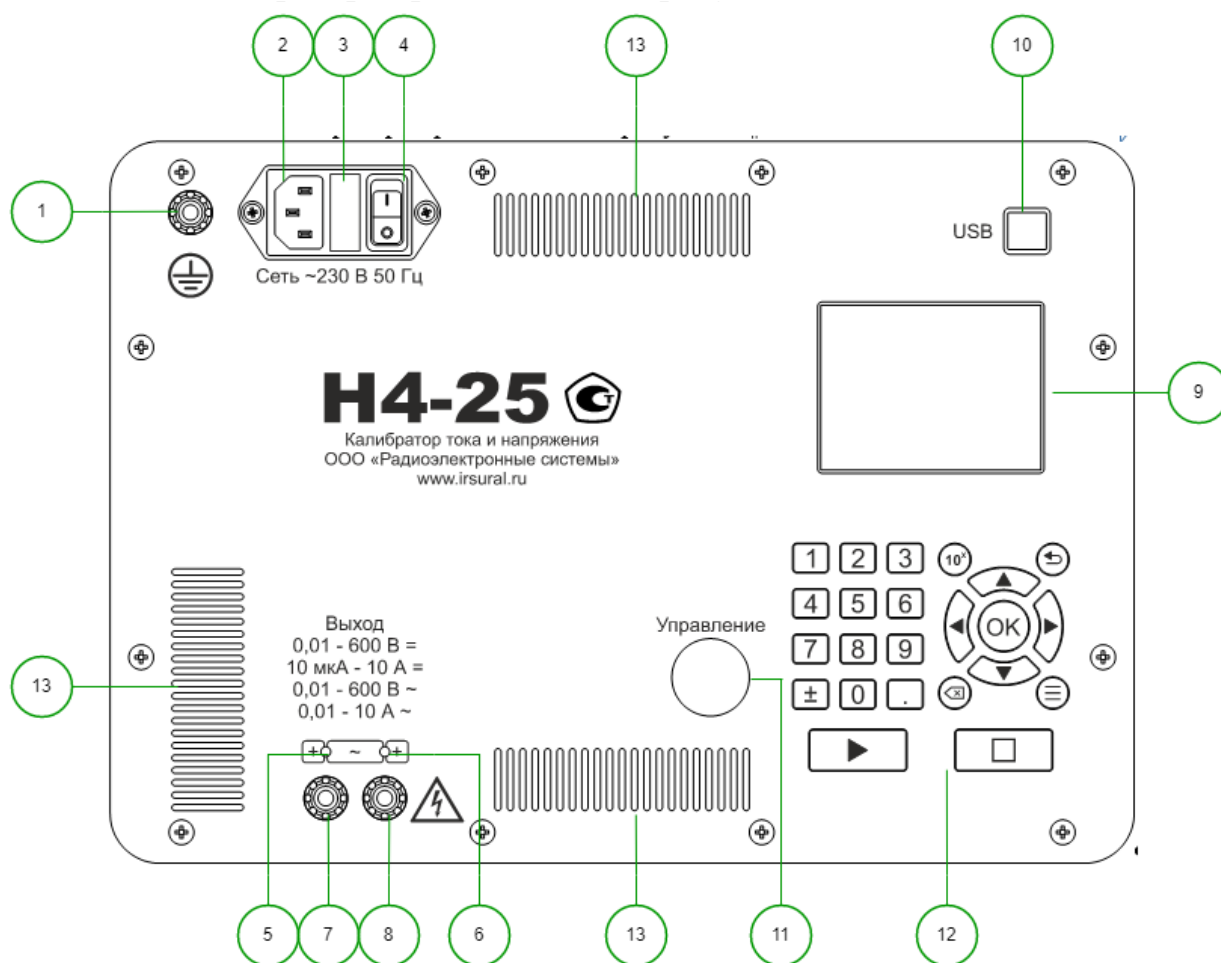

Рисунок 1 – Передняя панель калибратора
Все органы управления и разъемы расположены на передней панели калибратора (рисунок 1):
2.1.1 Если для питания калибратора используется розетка без контакта защитного заземления, необходимо соединить клемму заземления калибратора (поз. 1, рисунок 1) с шиной защитного заземления. В этом случае перед началом работы следует проверить надежность соединения шины защитного заземления с зажимом заземления калибратора (проверить целостность проводов и затяжку клемм). Если используется розетка с заземляющим контактом, то соединять клемму заземления с шиной защитного заземления не нужно. Допускается применять калибратор без защитного заземления в случаях, описанных в методике поверки.
2.1.2 Подключение и отключение поверяемых приборов производить только тогда, когда с клемм «Выход» калибратора (поз. 7, 8, рисунок 1) снято напряжение. Наличие напряжения на клеммах «Выход» можно определить по свечению светодиодов над клеммами «Выход» (поз. 5, 6, рисунок 1).
Земля калибратора	Металлические части корпуса, соединенные с клеммой заземления (поз. 1, рисунок 1) и с заземляющим контактом разъема питания (поз. 2, рисунок 1)
Рабочий режим	Режим, при котором на клеммы «Выход» (поз. 7, 8, рисунок 1) выдается стабилизированный сигнал с заданными характеристиками (2.8.7)
2.3.5 Включить калибратор с помощью выключателя (поз. 4, рисунок 1).